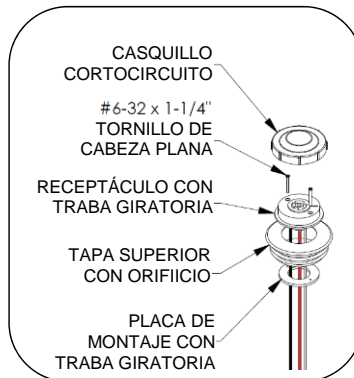

Fig. 6: Instale el receptáculo con traba giratoria en la tapa superior.
6. Coloque la tapa superior en el poste (enviada con el poste). Si la unidad tiene un receptáculo de cierre por torsión, ensámblalo con la tapa superior como se indica en la Fig. 6 y conecte el cableado antes de colocar la tapa superior. Instale siempre un cortocircuito tapa o control fotoeléctrico.